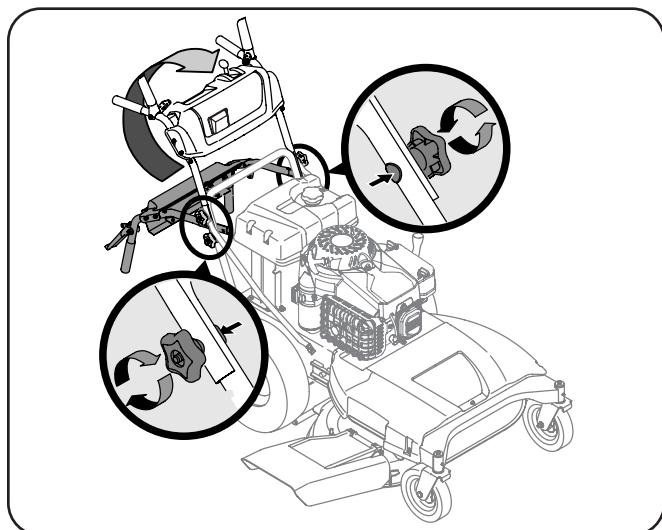

Figura 3-4
2. Gire la manija superior a la posición de funcionamiento. Tenga cuidado de no prensar los cables. Vea Figura 3-4.